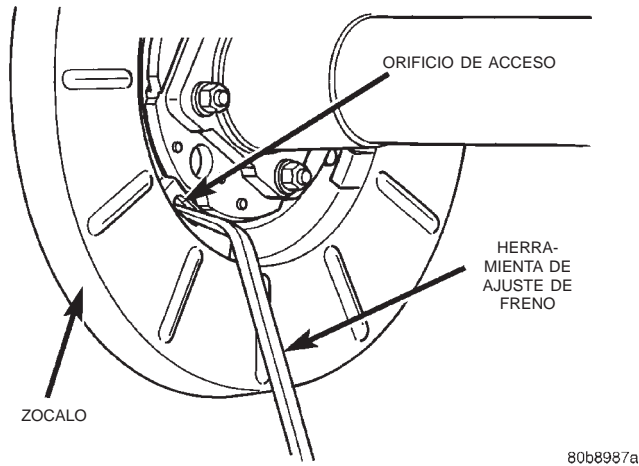
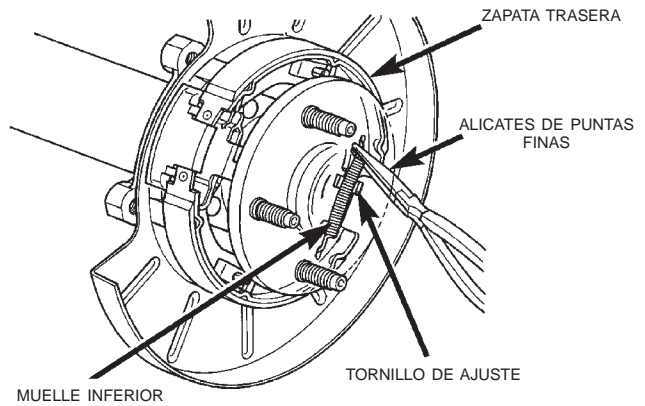

Fig. 59 Retracción de las zapatas de freno de estacionamiento
Fig. 60 Muelle inferior
- (2) Eleve el vehículo.
- (3) Retire el conjunto de rueda y neumático trasero.
- (4) Retire el calibrador y el anclaje como un conjunto.
- (5) Retire el tapón de goma de acceso por la parte posterior del zócalo del freno de disco trasero.
- (6) Si fuera necesario, retraiga las zapatas del freno de estacionamiento con una herramienta de ajuste de freno (Fig. 59). Coloque la herramienta en la parte superior de la rueda estrellada y gire la rueda hacia abajo y hacia la derecha (mirando hacia la parte delantera del vehículo).
- (7) Retire el rotor de la brida de la maza del eje.
- (8) Retire el muelle inferior del ajustador de la zapata a la zapata empleando alicates de puntas finas (Fig. 60).
(3) Instale el muelle inferior del ajustador de zapata en la zapata. Para conectar el muelle a cada zapata pueden emplearse alicates de puntas finas.
(4) Instale el muelle superior de retorno de la zapata en la zapata empleando alicates para frenos (Fig. 60).
(5) Instale el conjunto de rotor y anclaje del calibrador.
(6) Instale los pernos de anclaje y apriételos con una torsión de 90-115 N·m (66-85 lbs. pie).
(7) Accione la palanca de freno de estacionamiento para desbloquear el sistema de freno de estacionamiento.
(8) Ajuste las zapatas de freno de estacionamiento (Fig. 59).
(9) Instale el conjunto de rueda y neumático.
(10) Baje el vehículo y compruebe el correcto funcionamiento del freno de estacionamiento.